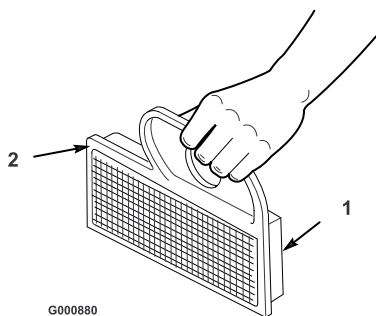

Figure 33
- A. Tapotez doucement l'élément sur une surface plane pour faire tomber la poussière et la saleté (Figure 33).